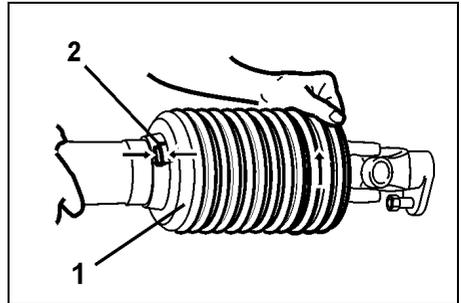

Fig. 13
- Trichter (Fig. 13/1) in Montageposition (Fig. 13/2) drehen.